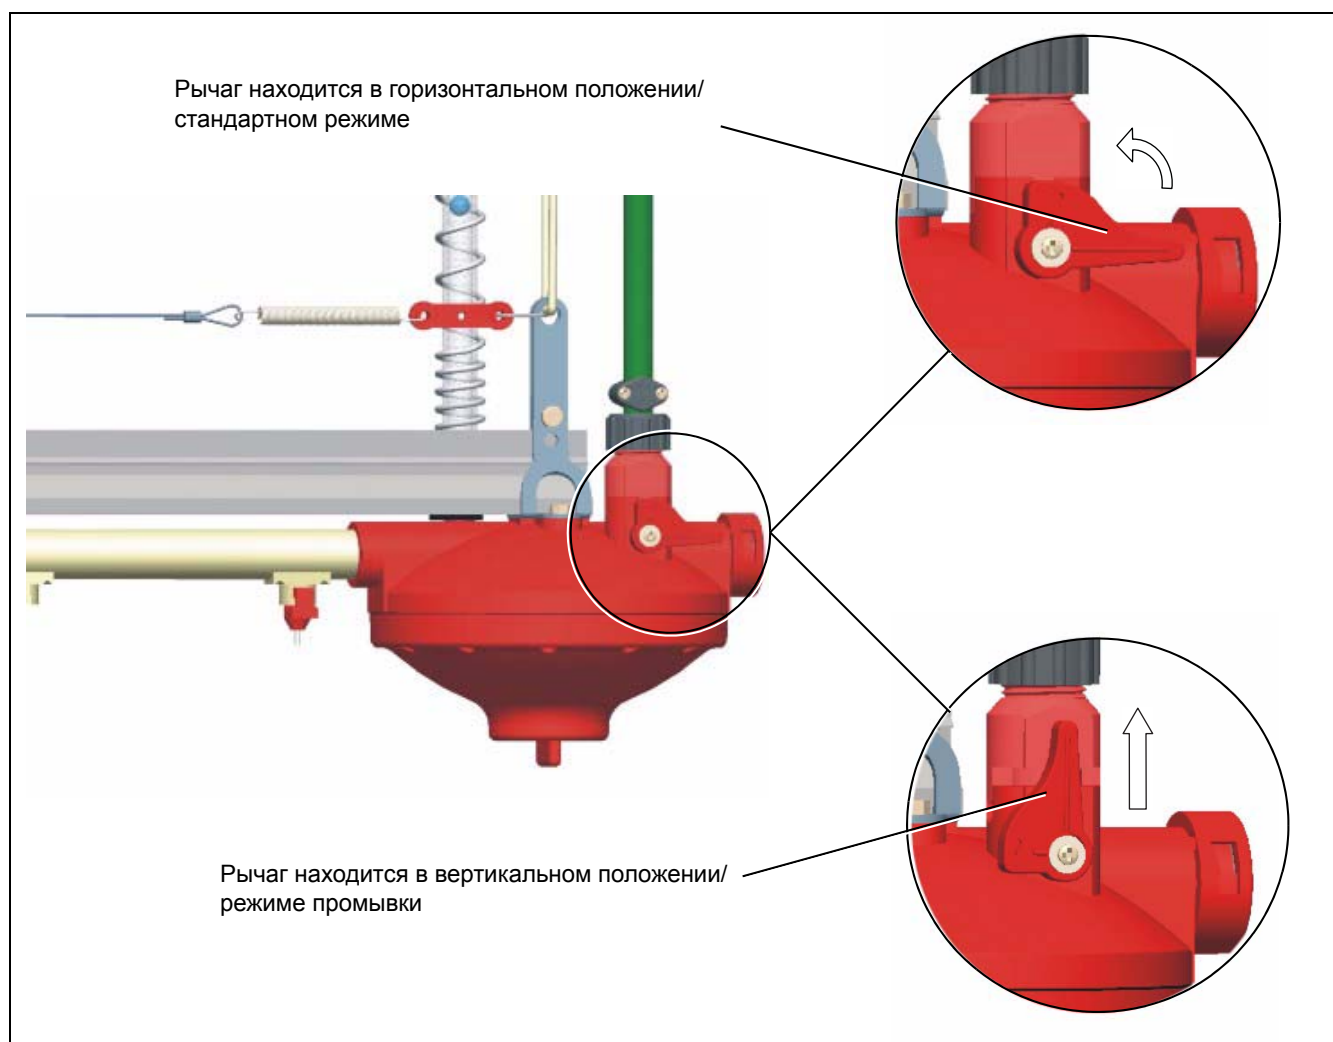

Рисунок 9А
2. Включите режим промывки, повернув рычаг регулятора против часовой стрелки на 90° (из горизонтального в вертикальное положение), как показано на Рисунок 9А.